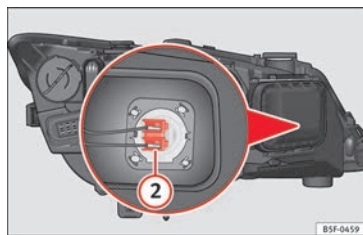

Fig. 109 Lámpara de luz de carretera.
- Presione lateralmente el conector » fig. 109 (2) a la izquierda o derecha y tire.